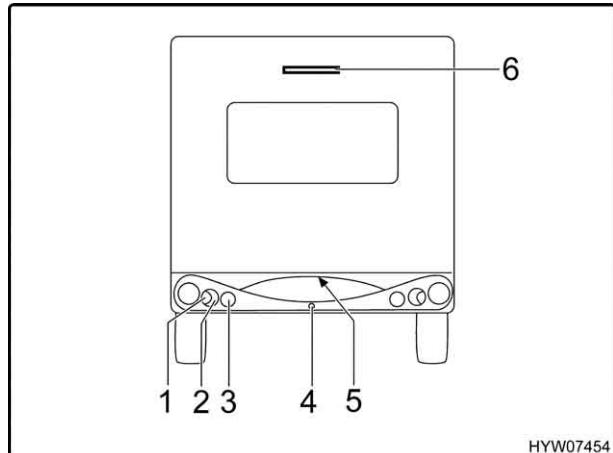
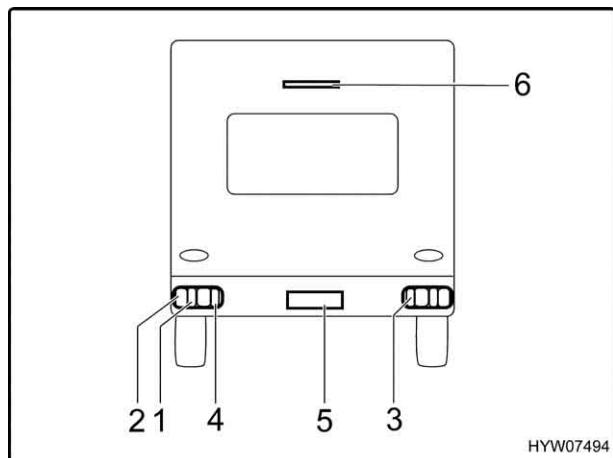

Fig. 118 Luci posteriori (Nova)
Fig. 119 Luci posteriori (Living)
- Svitare le viti degli involucri (Fig. 118,1 a 3 e 5 o Fig. 119,1 a 5).
- La terza luce freno (Fig. 118,6 o Fig. 119,6) va sostituita assieme al suo involucro.
▷ Per sostituire la luce posteriore antinebbia (Fig. 118,4) rivolgersi ad un concessionario **HYMER** oppure ad un punto di assistenza **HYMER**.